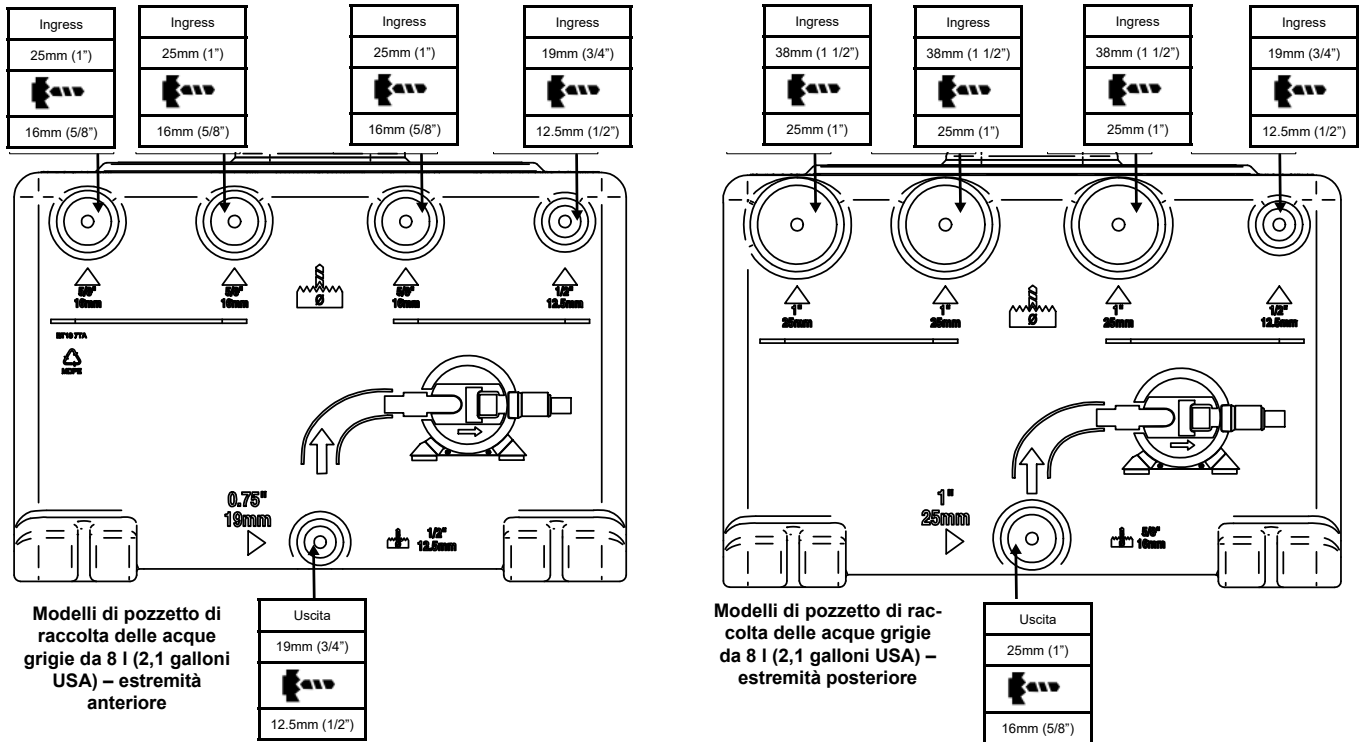
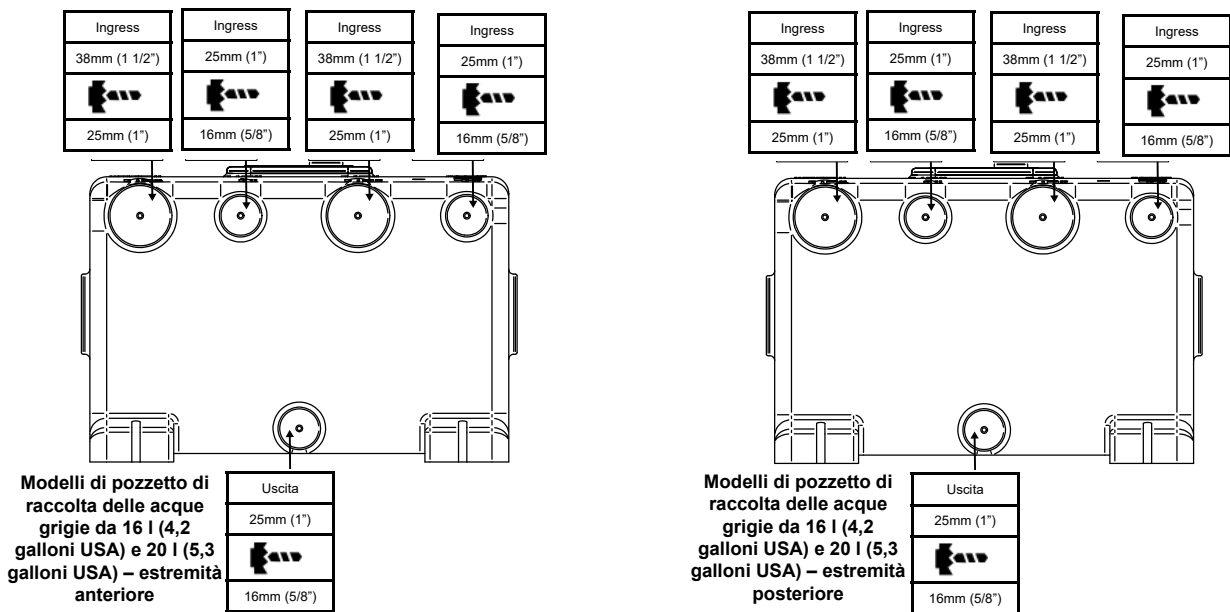

Figura 3 – Misure delle aperture e diametri di foratura raccomandati per i modelli di pozzetto di raccolta delle acque grigie da 8 l (2,1 galloni USA)
Figura 4 – Misure delle aperture e diametri di foratura raccomandati per i modelli di pozzetto di raccolta da 16 l (4,2 galloni USA) e 20 l (5,3 galloni USA)
Passo 1: Praticare solo i fori per le aperture da usare nell'installazione. Le misure delle aperture e i diametri dei fori sono illustrati nella figura 3 per i modelli di pozzetto di raccolta da 8 l (2,1 galloni USA) e nella figura 4 per i modelli di pozzetto di raccolta da 16 l (4,2 galloni USA) e 20 l (5,3 galloni USA). Accertare che gli sfriodi siano completamente rimossi dall'interno del pozzetto di raccolta dopo la foratura.